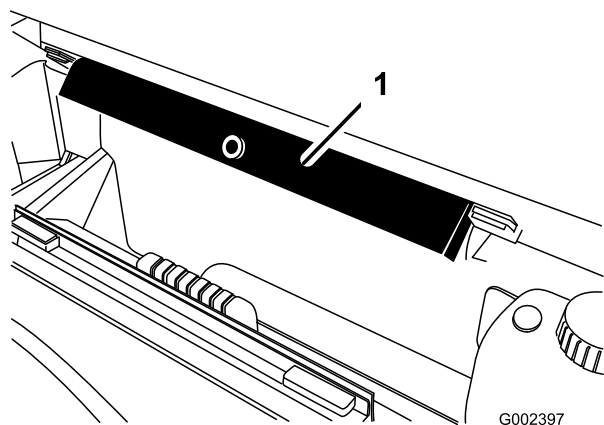

図 30
2. ROPS パネルの後ろについている保管用ブラケットから荷台サポート（安全サポート）を取り外す（図 30）。